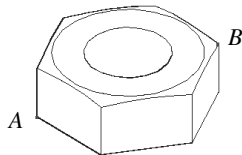

图 10-1 查询 A 点到 B 点的距离
(1) 打开素材文件，如图 10-1 所示，所要查询的两点即图上的 A 点和 B 点。
(2) 在命令行中输入“di”，按“Enter”键启动查询距离命令，命令行提示：